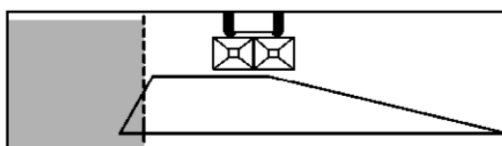

Рисунок 10.25 –
3. Распределение по краям (рисунок 10.25). Допускается выброс незначительного количества удобрения за границу поля.